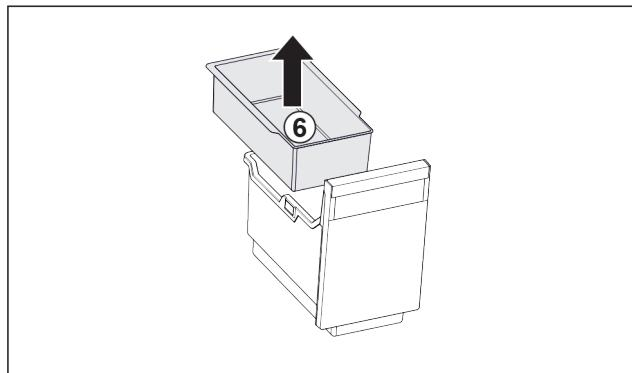

Fig. 101
- Extragăți tava suspendată Fig. 101 (6).